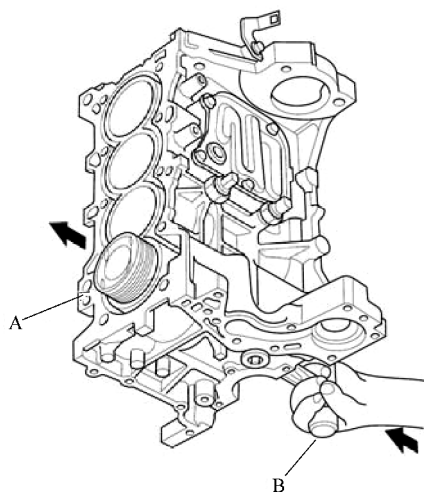

图 8-15 推出活塞/连杆总成
- 12) 如图 8-15 所示，使用锤子 A 的木柄推出活塞/连杆总成 B，小心不要让连杆损坏气缸。